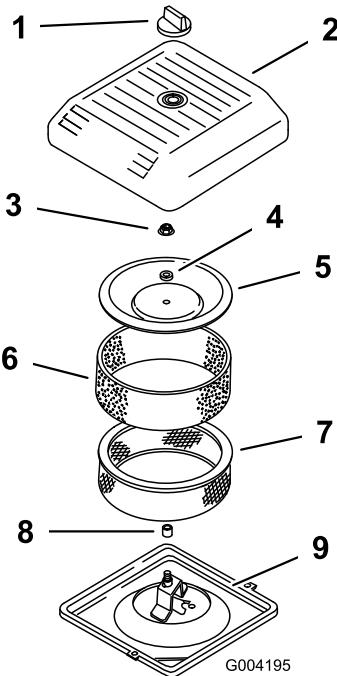

Figure 19
3. Dévissez le bouton et déposez le couvercle du filtre à air (Figure 19).
4. Glissez délicatement le préfiltre en mousse hors de l'élement en papier (Figure 19).
5. Dévissez l'écrou du couvercle et enlevez le couvercle, l'entretoise et l'élement en papier (Figure 19).
- Posez le filtre à air sur sa base (Figure 19).
- Posez le couvercle, l'entretoise et fixez-les avec l'écrou du couvercle (Figure 19). Serrez l'écrou à 11 N·m (95 lb-po).
- Reposez le couvercle et fixez-le à l'aide du bouton (Figure 19).